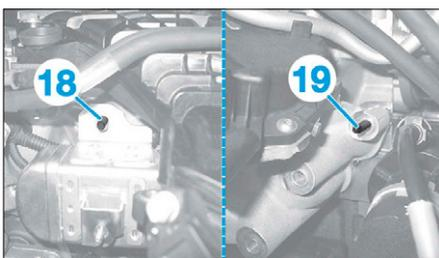

FIG. 76
- Lubrifier le joint d'étanchéité (23) avec de l'huile moteur.
- les goujons (18) et (19) (Fig.76).